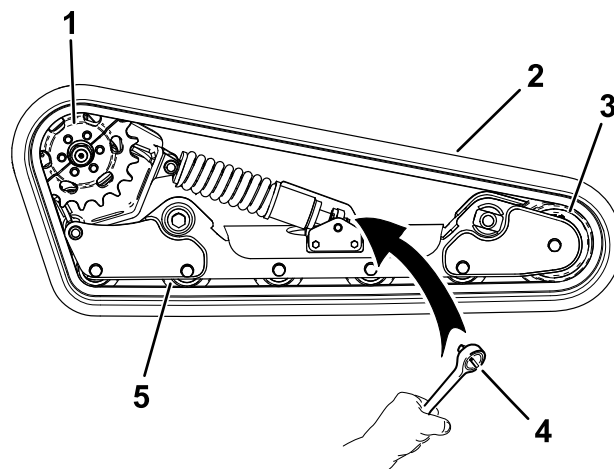

Рисунок 27
8. Используя ключ с храповым механизмом на 1/2 дюйма, ослабьте натяжение привода, вращая натяжной винт по часовой стрелке (Рисунок 25 и Рисунок 27).
1. Проложите новую гусеницу вокруг переднего катка, затем вокруг ведущей ступицы на стороне, где снято ведущее колесо (Рисунок 27).
2. Протолкните гусеницу под опорные катки и одновременно между ними и проложите ее вокруг нижней рамы (Рисунок 27).